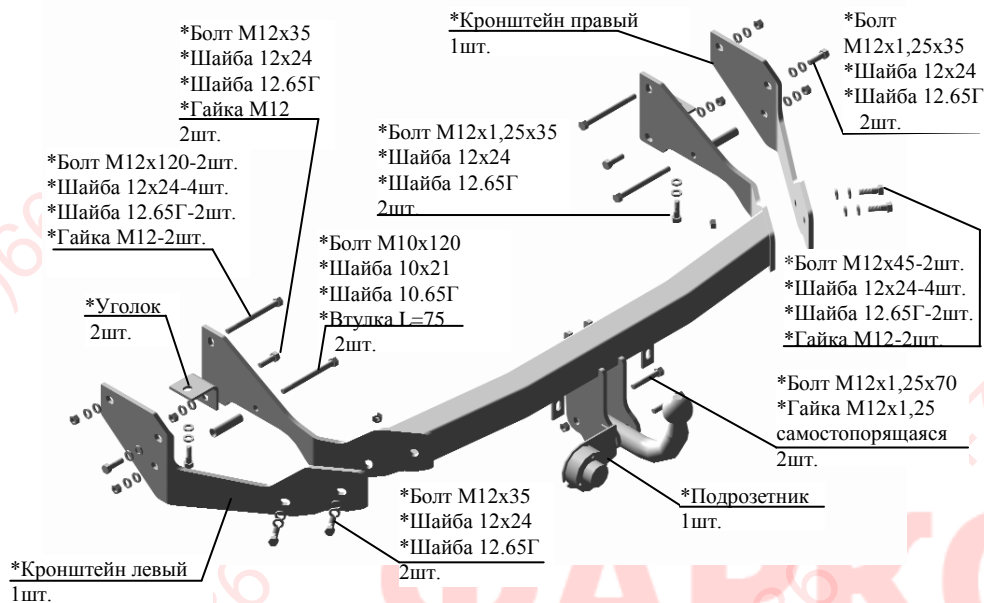

Рис.1 Тягово-сцепное устройство ТСУ 7230.
2.1 ТСУ 7230 в сборе (рис.1)	1 шт.
2.2 Пакет с комплектующими (см. рис.1)	1 шт.